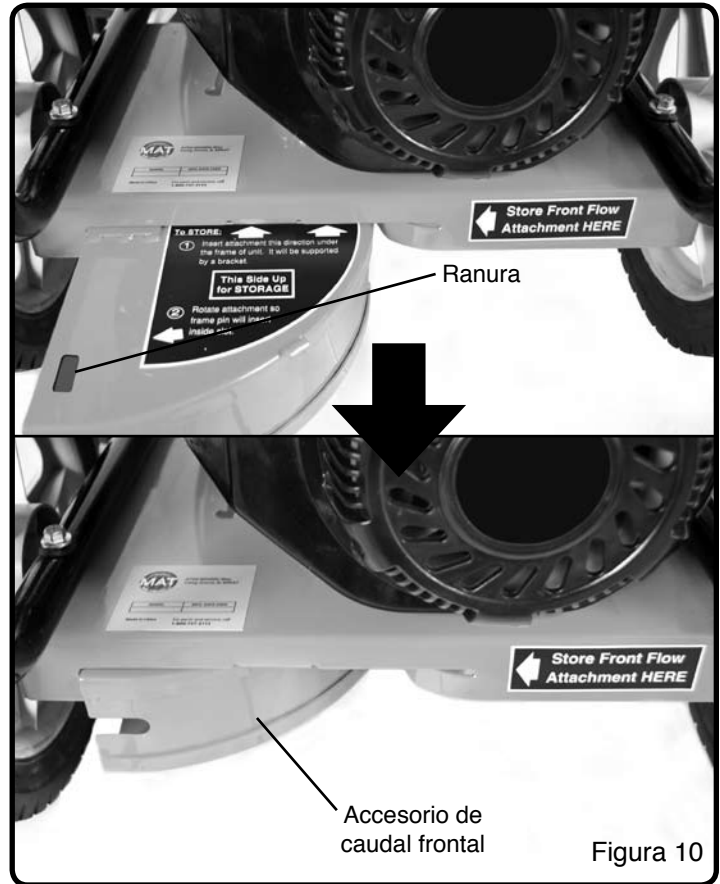

Figura 10
Cuando no está en uso, el accesorio de caudal frontal puede almacenarse debajo del bastidor en la parte trasera de la unidad. Para fijar el accesorio para su almacenamiento, siga los pasos siguientes y consulte la figura 10:
NOTA: Consultar la figura 10 al seguir los pasos enumerados a continuación:
3. Insertar una palangana bajo de el soplador, debajo del tapón de drenaje del aceite y del agujero del marco. (Véase la figura 10)